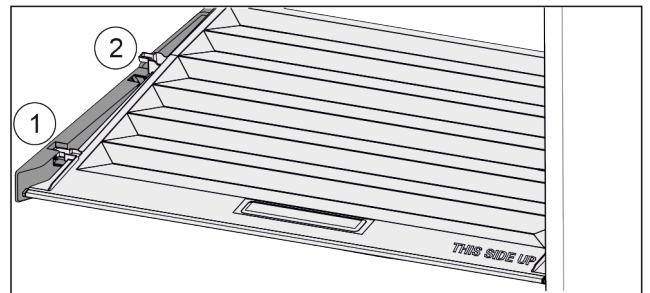

Fig. 101
- ▶ Tirer le couvercle vers l'avant jusque dans l'orifice des pièces de retenue Fig. 101 (1).
- ▶ Le soulever par le bas à l'arrière et le sortir par le haut Fig. 101 (2).